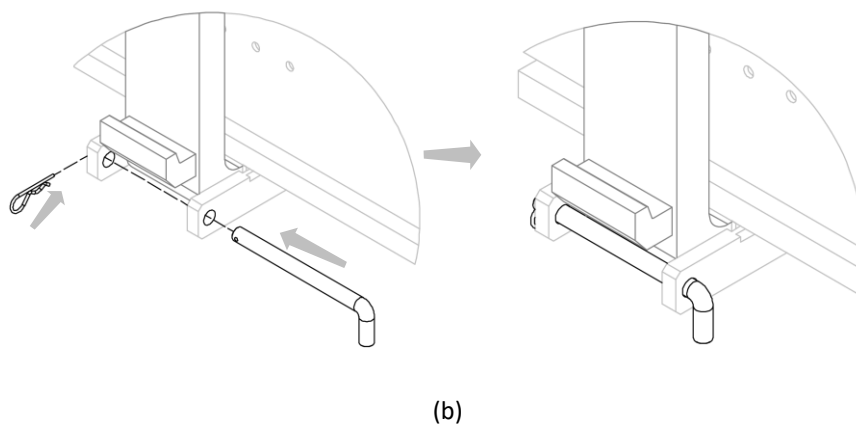

Figura 8
6. Chiudere i fermi forca (vedi *Figura 8*).